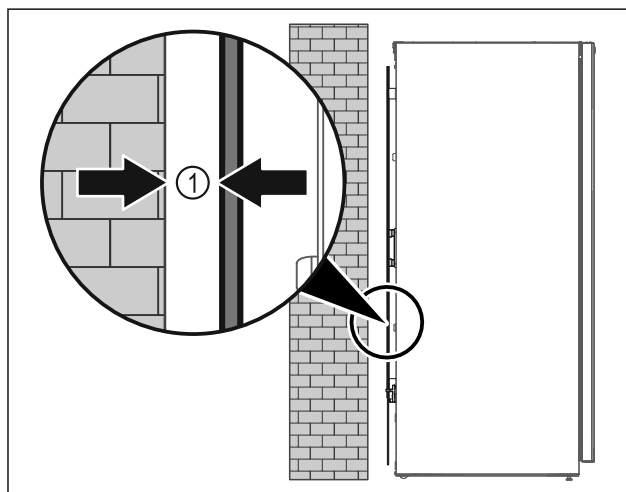

Fig. 6
- Aparat postavite na poljubno mesto v prostoru ali neposredno ob steno z minimalnim odmikom 5 mm Fig. 6 (1).